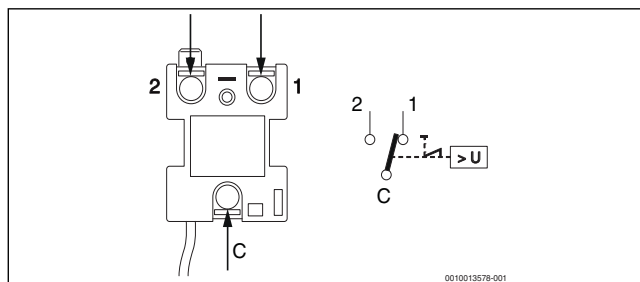

Fig. 1 Tilkobling av sikkerhetstemperaturbegreneren
- ▶ Koble om trådene til termostaten på den nye termostaten (→ fig. 1)